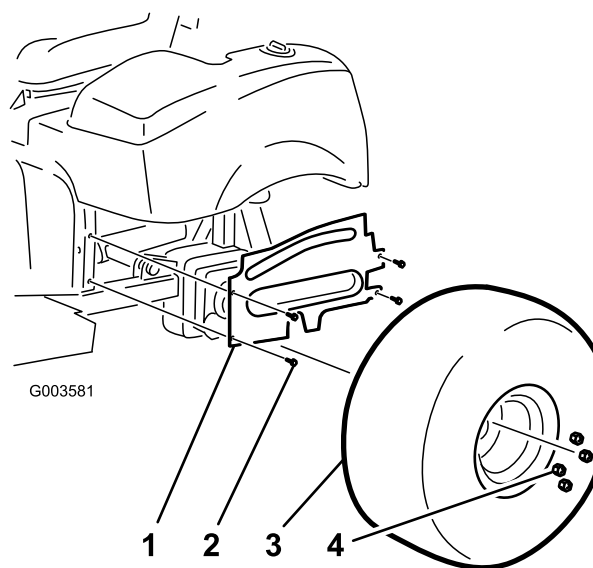

図 3
4. 左ホイール用のシュラウドをフレームに固定しているフランジヘッドねじ（4本）を外す（図 3）。シュラウドを外して保管する。